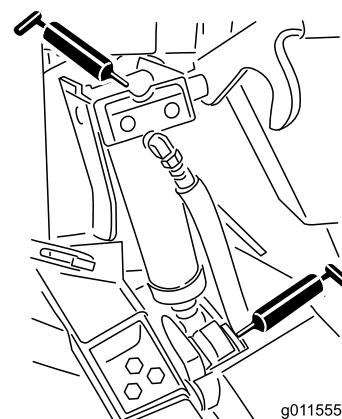

Рисунок 45
- Втулки гидроцилиндров подъема (4 шт.) (Рисунок 45)